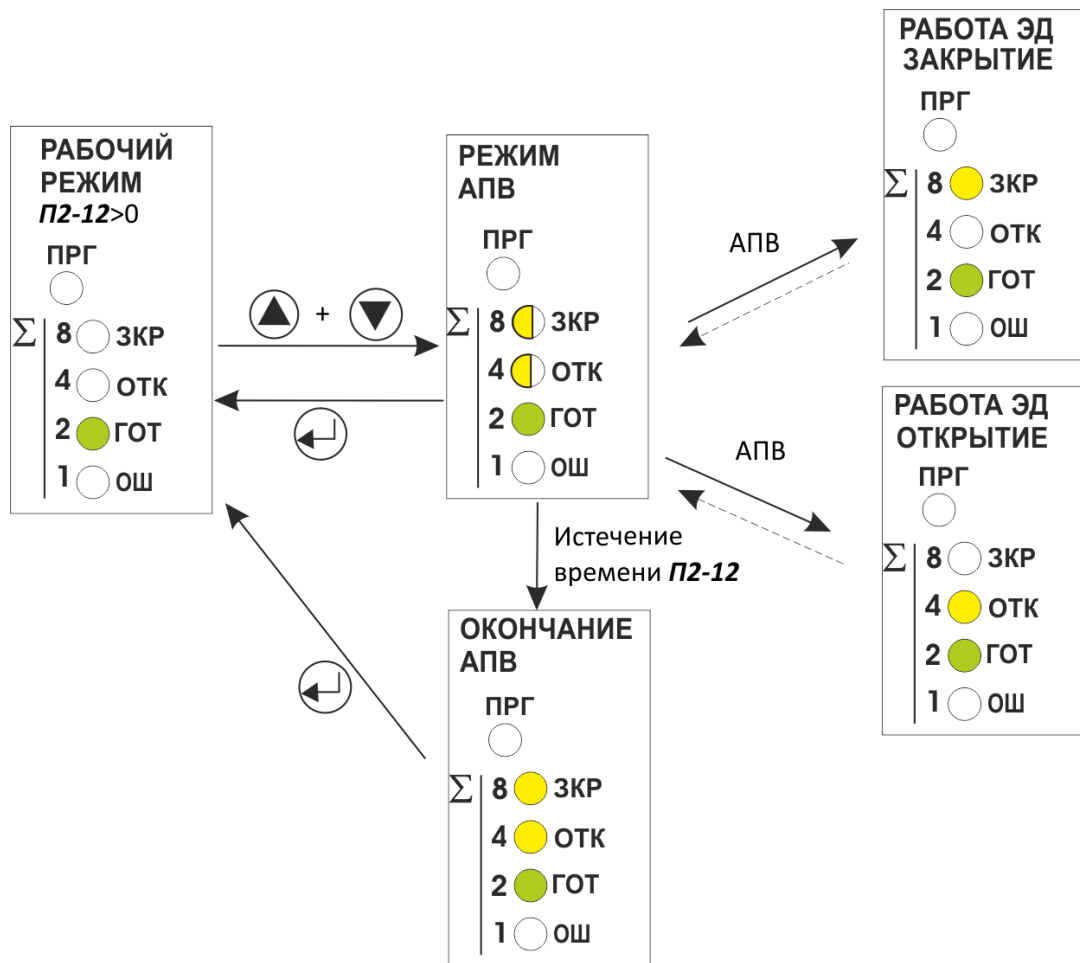

Рисунок 12 - Схема работы режима автоматического повторного включения (уставка ***П2-12***>0)
1.12.5 Вместо режима тестового включения в меню уставок может быть включен режим АПВ (автоматического повторного включения) (уставки ***П2-12...П2..14***, ***Приложение Б***) с заданной длительностью работы, частотой включений и продолжительностью включения для проверки пускателей в лабораторных условиях (рис. 12).